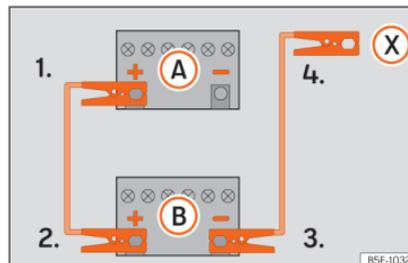

Fig. 50 Esquema de ligação para veículos sem sistema Start-Stop.
2. Ligue uma extremidade do cabo auxiliar de arranque **vermelho** ao polo positivo (+) do veículo com a bateria descarregada (A) »» Fig. 50.
3. Ligue a outra extremidade do cabo auxiliar de arranque **vermelho** ao polo positivo (+) do veículo que fornece a corrente (B).
- 4a. Nos **veículos sem sistema Start-Stop**: ligue uma extremidade do cabo auxiliar de arranque **preto** ao polo negativo (-) do veículo que fornece a corrente (B) »» Fig. 50.
- 4b. Nos **veículos com sistema Start-Stop**: ligue uma extremidade do cabo auxiliar de arranque **preto** (X) a um terminal de »